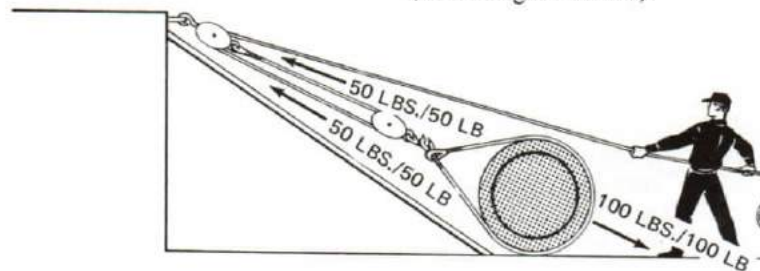

Figure 11-30
4. Suppose we take this set of blocks off the cask and reverse the whole purchase end for end. In this case we have to work from ground level and you will immediately notice that only two parts of the rope are actually pulling on the cask, so we are back to where we started with a mechanical advantage of 2. See Figure 11-30.
4. Enlevons ces poulies de notre barrique et retournons le palan bout par bout. Maintenant, il faut travailler à partir du sol et vous remarquez tout de suite qu'il n'y a plus que deux parties de cordage qui tirent la barrique. Nous sommes revenus au dispositif premier qui présentait une démultiplication mécanique de deux (voir la figure 11-30).